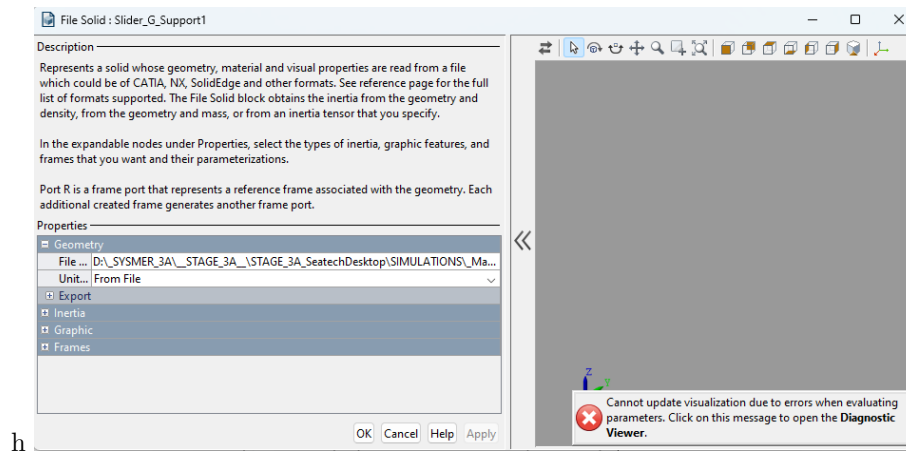

FIGURE 4 – Nom d'un modèle 3D ; bloc Simulink **"File Solid"**.
3. Un point reste à vérifier : **IL PEUT Y AVOIR DES ERREURS** sur les noms des DES FICHIERS .STEP du modèle 3D, utilisés sous simscape multibody. figure 4.